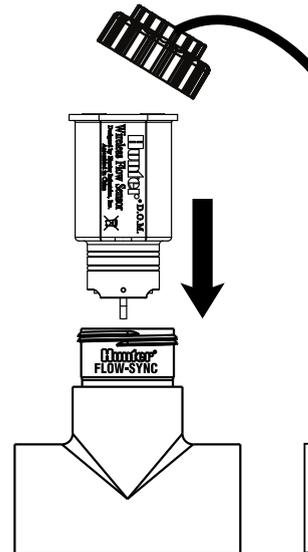

Abbildung 2
4. Setzen Sie den Sensor in das T-Stück ein. Der Sensor hat eine abgeflachte Seite die entsprechend der Inneseite des Sensors eingesetzt werden muss (Abbildung 2).